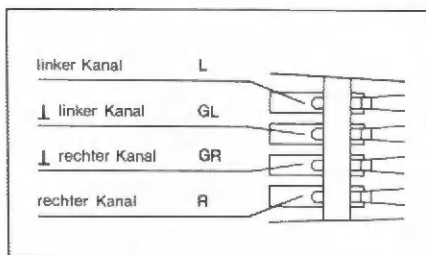

Fig. 14
3. Die Anschlüsse am Systemträger und Tonabnehmersystem sind gekennzeichnet (Fig. 14). Verbinden Sie die Anschlußlitzen des Systemträgers mit den entsprechenden und gleich gekennzeichneten Anschlußstiften des Tonabnehmersystems.